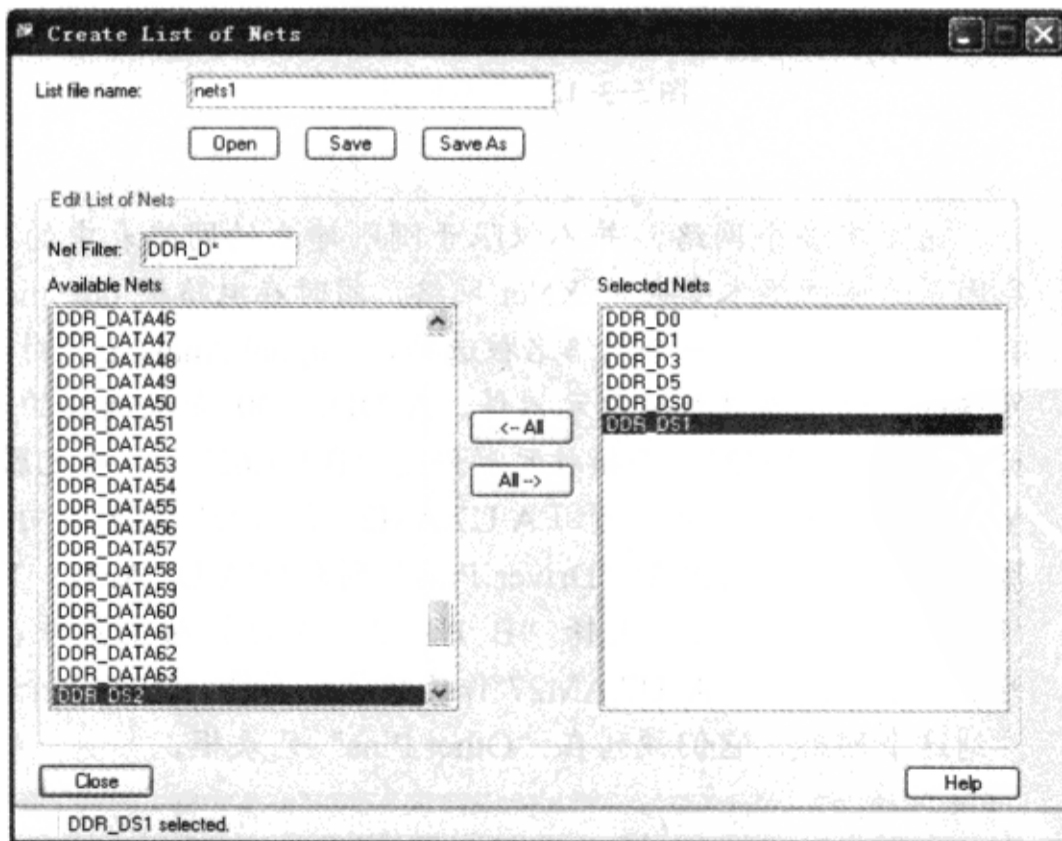

图 5-3-10 “Create List of Nets”对话框
(3) 从“Create List of Nets”对话框的“Available Nets”列表框中选择“DDR\_D0”、“DDR\_D1”、“DDR\_D3”、“DDR\_D5”、“DDR\_DS0”和“DDR\_DS1”→选择的网络被移到“Selected Nets”列表框中，如图 5-3-10 所示，并且这些网络在编辑窗口被高亮显示。